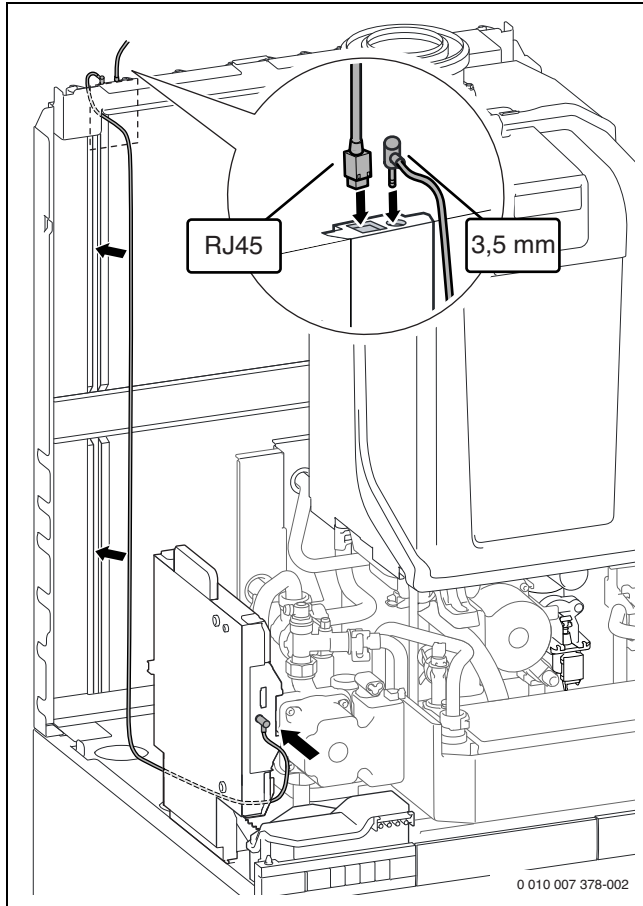

Bild 231 Anschluss und Verlegung des Kabels an Buderus Logamatic web KM100
- Kabel für den Anschluss von Buderus Logamatic web KM100 aus dem Lieferumfang entsprechend Bild 231 verlegen und anschließen.